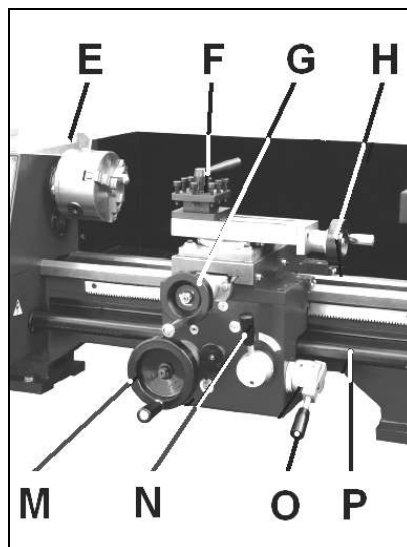

Fig 8
Zum Längs- und Plandrehen können Bettschlitten (M, Fig 8), Querschlitten (G) und Oberschlitten (H) an den Handrädern bewegt werden.
Durch Niederdrücken des Schalthebels (O, Fig 8) wird der automatische Längsvorschub eingeschaltet.
Schließen Sie die Schlossmutter (N, Fig 8).